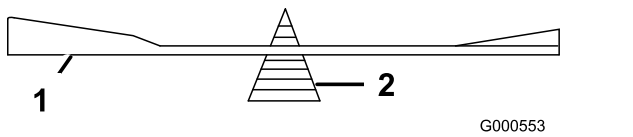

Figura 97
2. Verifique el equilibrio de la cuchilla colocándola sobre un equilibrador de cuchillas (Figura 97).
Nota: Si la cuchilla no está equilibrada, rebaje algo el metal en la parte de la vela solamente con una lima (Figura 97).